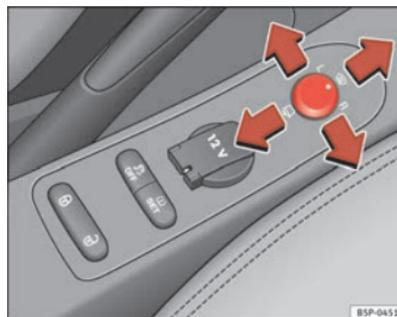

Fig. 91 Mando de los retrovisores exteriores ▶
1. En primer lugar, gire el mando ⇒ **página 139, fig. 91** hasta la posición **L (retrovisor izquierdo)**.
- Gire el mando hacia delante, en la posición central ⇒ **página 139, fig. 91** , para que los retrovisores térmicos se calienten y la función de cristal parabrisas calefactable* en la zona de reposo de las escobillas, quede activada. ⇒ **página 135**.
- Gire el mando ⇒ **página 139, fig. 91** hasta la posición  para plegar los retrovisores exteriores. Para evitar daños en el vehículo, debería plegar los retrovisores exteriores siempre que utilice un túnel de lavado automático.